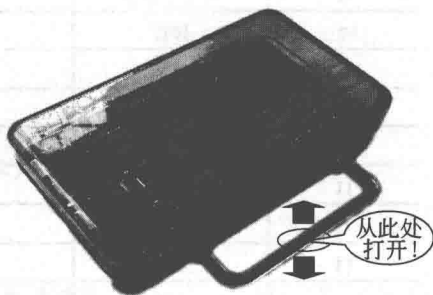

图 1-1 STC 单片机实验箱外形
1. 仪器：普通万用表一台，STC 单片机实验箱一台。STC 单片机实验箱外形如图 1-1 所示；实